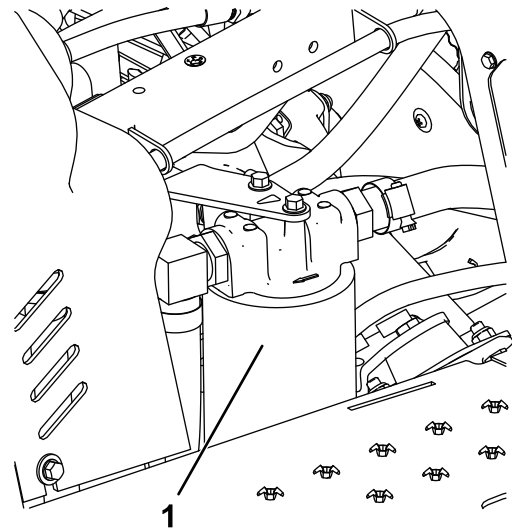

Figura 42
4. Coloque um recipiente de escoamento debaixo do filtro hidráulico, que se encontra no lado esquerdo da máquina (Figura 42).
7. Monte o novo filtro hidráulico (Figura 42) rodando-o manualmente até que a junta entre em contacto com a cabeça do filtro, apertando em seguida o filtro mais 3/4 de volta.